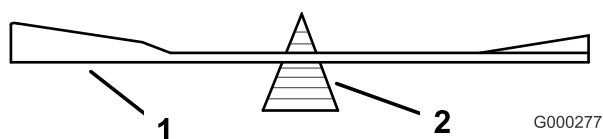
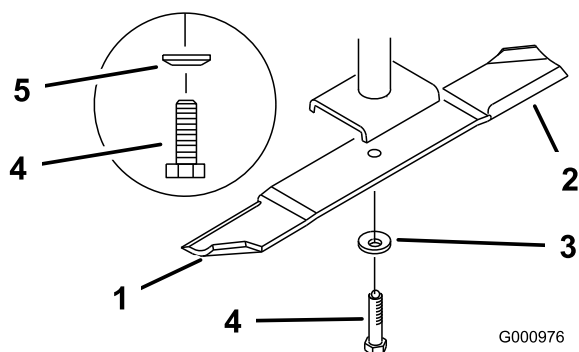

Figura 65
Figura 66
2. Retire del eje el perno de la cuchilla, la arandela de muelle y la cuchilla (Figura 66).
2. Verifique el equilibrio de la cuchilla colocándola sobre un equilibrador de cuchillas (Figura 65). Si la cuchilla se mantiene horizontal, está equilibrada y puede utilizarse. Si la cuchilla no está equilibrada, rebaje algo el metal en la parte de la vela solamente (Figura 66). Repita este procedimiento hasta que la cuchilla esté equilibrada.
1. Instale la cuchilla en el eje (Figura 66).
2. Instale la arandela de muelle y el perno de la cuchilla. El cono de la arandela de muelle debe estar orientado hacia la cabeza del perno (Figura 66).